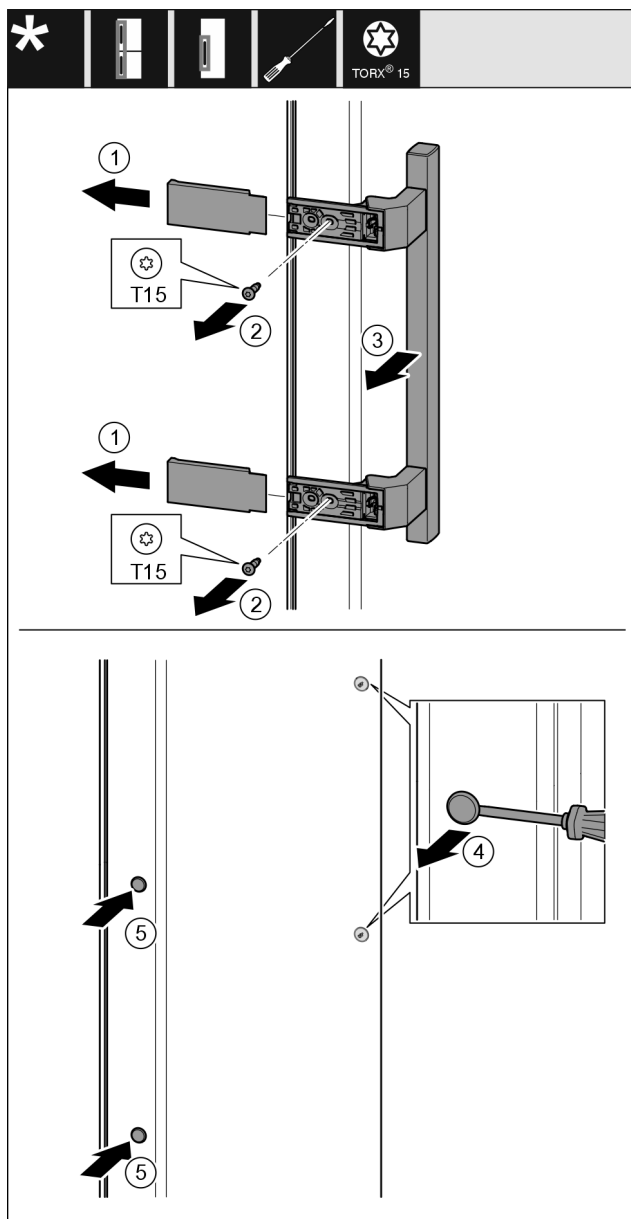

Fig. 53
- Zdjąć osłonę Fig. 53 (1).
- Wykręcić śruby Fig. 53 (2) przy użyciu śrubokręta.
- Zdjąć uchwyt Fig. 53 (3).
- Podważyć ostrożnie boczną zatyczkę Fig. 53 (4) przy pomocy śrubokręta i wyjąć.
- Założyć zatyczkę Fig. 53 (5) ponownie z drugiej strony.